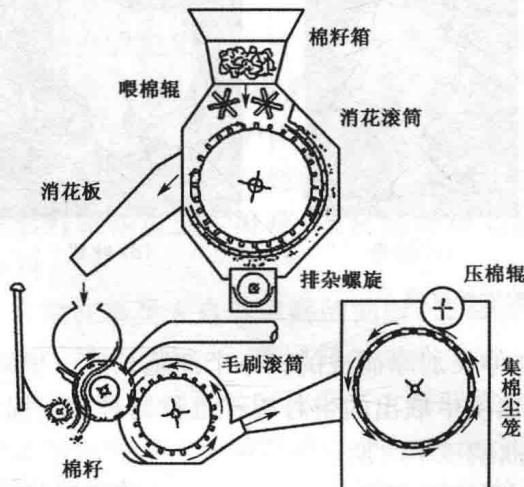

图 1-4 锯齿轧花机轧花原理图
(1) 锯齿轧花与锯齿棉 锯齿机是棉花加工的主要设备。它的工作原理是利用几十片圆锯片的高速旋转,对籽棉上的纤维进行勾拉,通过间隙小于棉籽的肋条的阻挡,使纤维与棉籽分离(图 1-4)。